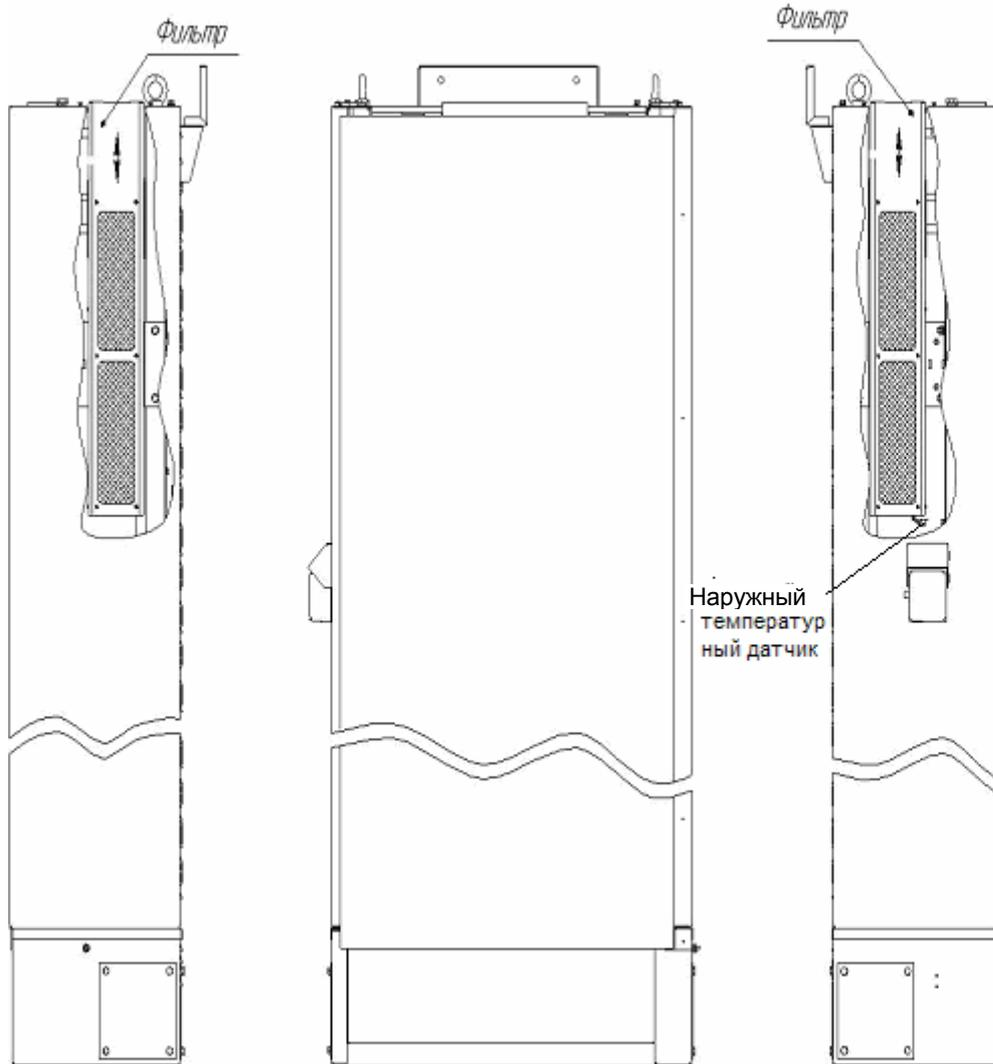

Рисунок 6 Расположение воздушных фильтров
- два фильтра, установленные на боковых стенках шкафа (см.Рисунок 6 Расположение воздушных фильтров).
Для замены датчика наружной температуры необходимо снять левую боковую стенку шкафа. Датчик температуры расположен под воздушным фильтром (см. Рисунок 6)
Для доступа к воздушным фильтрам необходимо снять крышу. Снятие фильтров со шкафа производится путём вытягивания их вверх (см. Рисунок 6 Расположение воздушных фильтров).